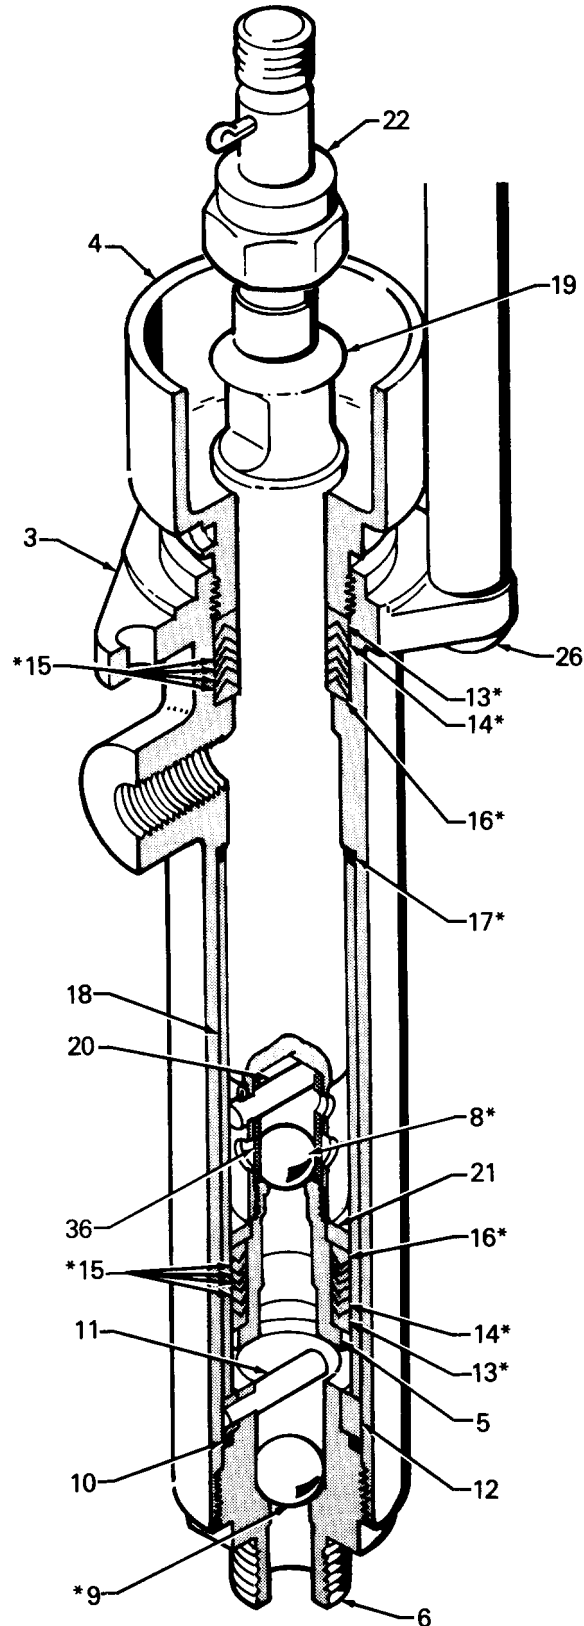

Fig. 3
(Remitirse a la Fig. 3 ó 4)
2. Desconectar las mangueras de fluido. Retirar las tuercas de retención (26) de la varilla de acoplamiento. Mantener las partes planas del vástago de desplazamiento con una llave y luego utilizar otra llave para desenroscar la tuerca de acoplamiento (22). Colocar la bomba de desplazamiento en un tornillo de banco.
3. Desenroscar el cuerpo de la válvula de admisión (6) del alojamiento de la bomba (3). Retirar el pasador de tope de la bola, el filtro, la junta tórica y la bola.
4. Aflojar la tuerca prensaestopas (4) y luego empujar el vástago de desplazamiento (19) hasta que el cuerpo de pistón (5) aparezca por la parte inferior del cárter de la bomba (3). Asir el pistón y extraer el vástago.
5. Desenroscar el cuerpo del pistón (5) del vástago (19). Retirar la bola, la guarnición de retención, los prensaestopas y las empaquetaduras.
6. Desenroscar la tuerca prensaestopas (4) del cárter de la bomba (3). Retirar los prensaestopas y las guarniciones de la garganta.
7. Limpiar perfectamente todas las piezas con un disolvente compatible y secarlas soplando aire. Examinar las piezas para detectar trazas de desgaste o daños. La parte exterior del vástago de desplazamiento (19) y la superficie interna lisa de la camisa (18) no debe presentar trazas de rayaduras o rasguños. Si ese fuere el caso, reemplazar ambas piezas. Si no se puede extraer fácilmente la camisa para reemplazarla, ponerse en contacto con el representante Graco o con el taller Graco más cercano. Instalar una nueva camisa con el extremo cónico hacia abajo en el cárter de la bomba y reemplazar la junta (17\*).
9. Instalar las guarniciones (5) del pistón. *Cerciorarse de que los rebordes de las juntas en V queden hacia arriba en el cuerpo.* Si se hubieren extraído el pasador de tope de la bola (20) y la guía de la bola (36) instalarlas también.
Colocar un prensaestopas hembra (13\*), una junta en V (14\*) de PTFE, cuatro juntas en V (15\*) de cuero, un prensaestopas macho (16\*), el sujetador de guarniciones (21) uno a la vez y la bola (8\*) sobre el pistón (5). Ver Fig. 3.
Colocar un prensaestopas macho (16), cuatro juntas (15\*) de cuero, un guarnición (14\*) de PTFE y un prensaestopas hembra (3\*) a la vez en la garganta del cárter de la bomba (3). Ver Fig. 3.